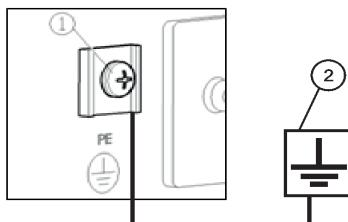

Рис. 11
Перед запуском электростанции заземлите ее для предотвращения поражения электрическим током. Для этого, с помощью электрокабеля сечением не менее $2,5 \text{ мм}^2$, соедините клемму заземления (1) на панели генератора с внешним источником заземления (2) (Рис.11).